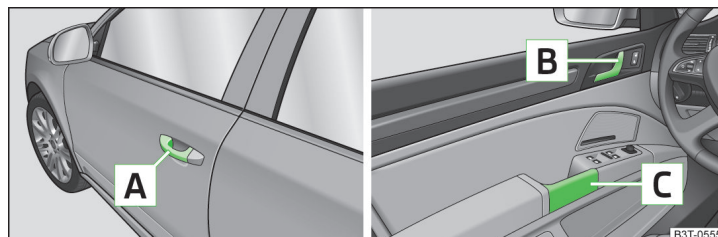

Fig. 33 Poignée de la porte / manette d'ouverture des portes
- Tirez sur la poignée de portière **A** » fig. 33 de la portière que vous souhaitez ouvrir.